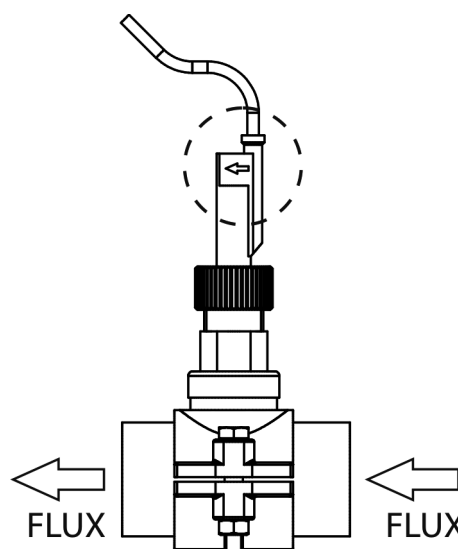

Fig. 11a
3. Une flèche est marquée sur la tête du détecteur de flux. Assurez-vous que cette flèche est parallèle à l'axe de la conduite et qu'elle coïncide avec la direction du flux de l'eau (Fig. 11a).